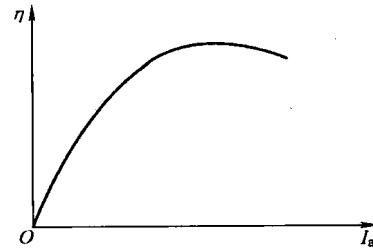

图 1-6 直流电动机效率特性
3) 效率特性：当 $U = U_N$, $I_f = I_{fN}$ 时，电机效率与电枢电流的函数关系为 $\eta = f(I_a)$ ，如图 1-6 所示。